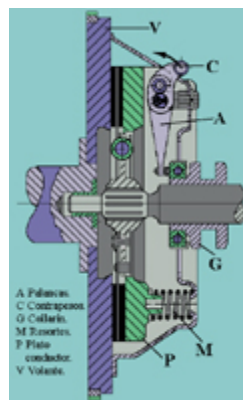

Fig. 19
- **Embrague semiautomático (fig. 19)**